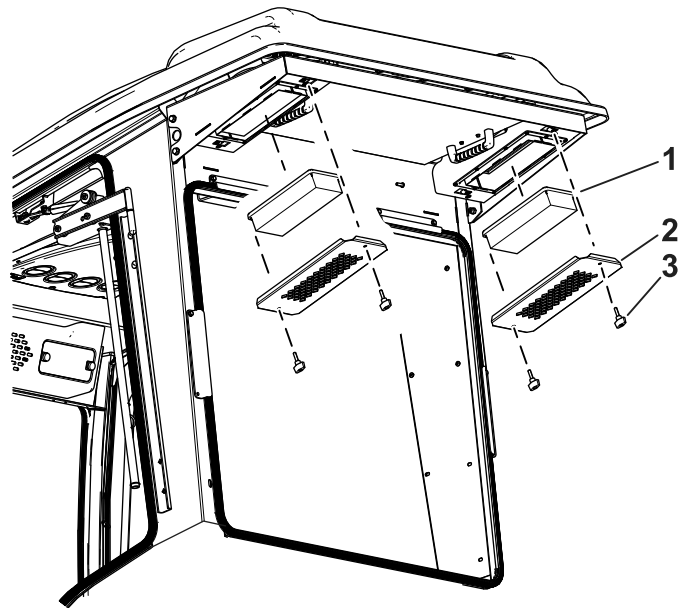

Figure 33
1. Retirez les vis à oreilles et les grilles des filtres à air arrière de la cabine (Figure 33).